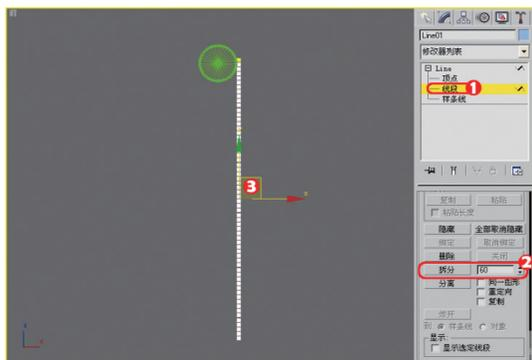

图9-95 细分线段
**03** 切换到线条的【线段】编辑模式，选择线条，将【拆分】设置为60，从而细化线段，如图9-95所示。